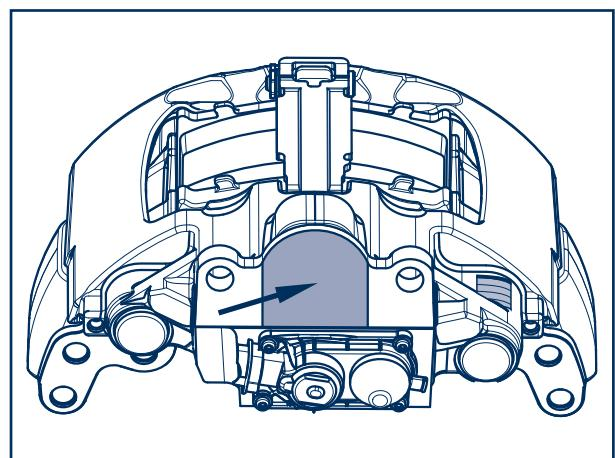

Fig. 5
- [7] Kunststoffkappe bzw. Klebeband im Bereich der Zylinderanflanschfläche am Austausch-Bremssattel, vor der Zylindermontage abnehmen (siehe Fig. 5/Pfeil).
- [7] Remove the plastic cap or adhesive tape in the area of the cylinder flange-mounting surface on the exchange brake caliper before installing the cylinder (see Fig. 5/arrow).
- [7] Retirer la calotte en plastique et/ou le ruban adhésif au niveau de la surface de la bride du cylindre sur l'étrier de frein de remplacement, avant le montage du cylindre (voir fig. 5/flèche).